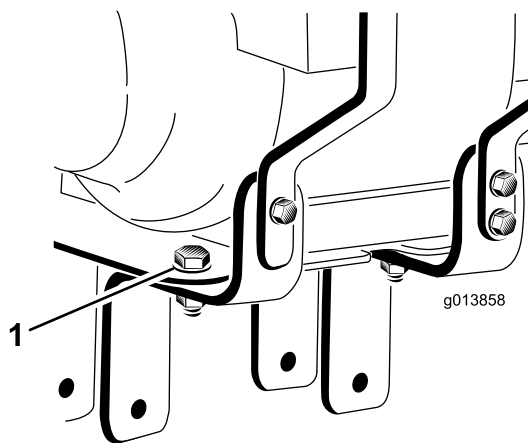

Рисунок 3
3. Ослабьте затяжку двух болтов и гаек (не выворачивая их полностью), с помощью которых монтажные кронштейны двигателя крепятся к его опоре (**Рисунок 3**).